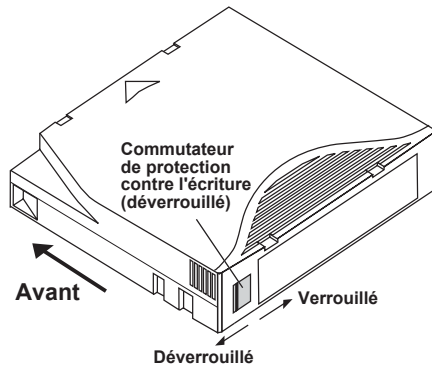

Figure 10. Cartouche Ultrium montrant le commutateur de protection contre l'écriture
Les cartouches Ultrium ont un commutateur de protection contre l'écriture coulissant près du coin arrière droit de la cartouche, comme l'indique la figure 10, page 28.
- Si vous glissez à fond le commutateur vers le coin (comme l'indique la figure 10, page 28), vous pouvez lire et écrire des données sur la cartouche.